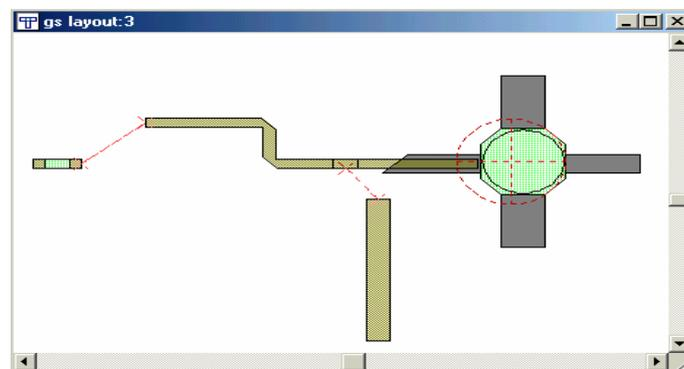

Рис. 4.24. Перенесение элементов C1 и шлейфа в другие положения
4. Повторите шаг 3 с элементов MTRACE и ячейкой навесного конденсатора. Положение топологической ячейки как на рис. 4.24.